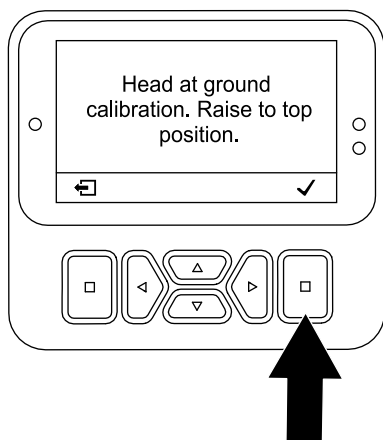

Figure 108
- Si les louchets commencent à s'enfoncer dans le sol – appuyez sur le bouton de sélection (Figure 108) et exécutez l'application TEACH GROUND HEIGHT (apprentissage de la hauteur par rapport au sol) ; voir Exécution de l'application d'apprentissage de la hauteur par rapport au sol \(page 39\).